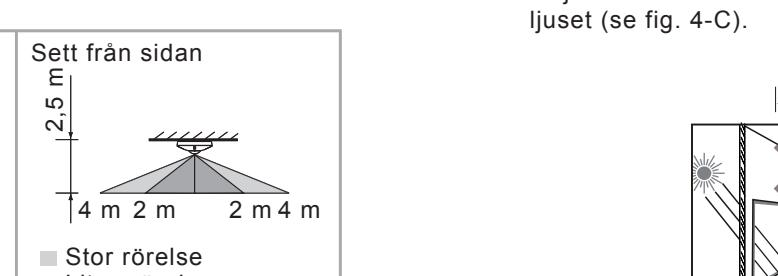

FIG. 2
3.1.1 Detektorerna kan installeras på en höjd av 2 - 5 m med en rekommenderad höjd av 2,5 m eftersom den ger det bästa avkänningsmönstret. Avkänningsområdet kan ha en diameter på upp till 8 m och en avkänningsvinkel på 360° (se fig. 2).